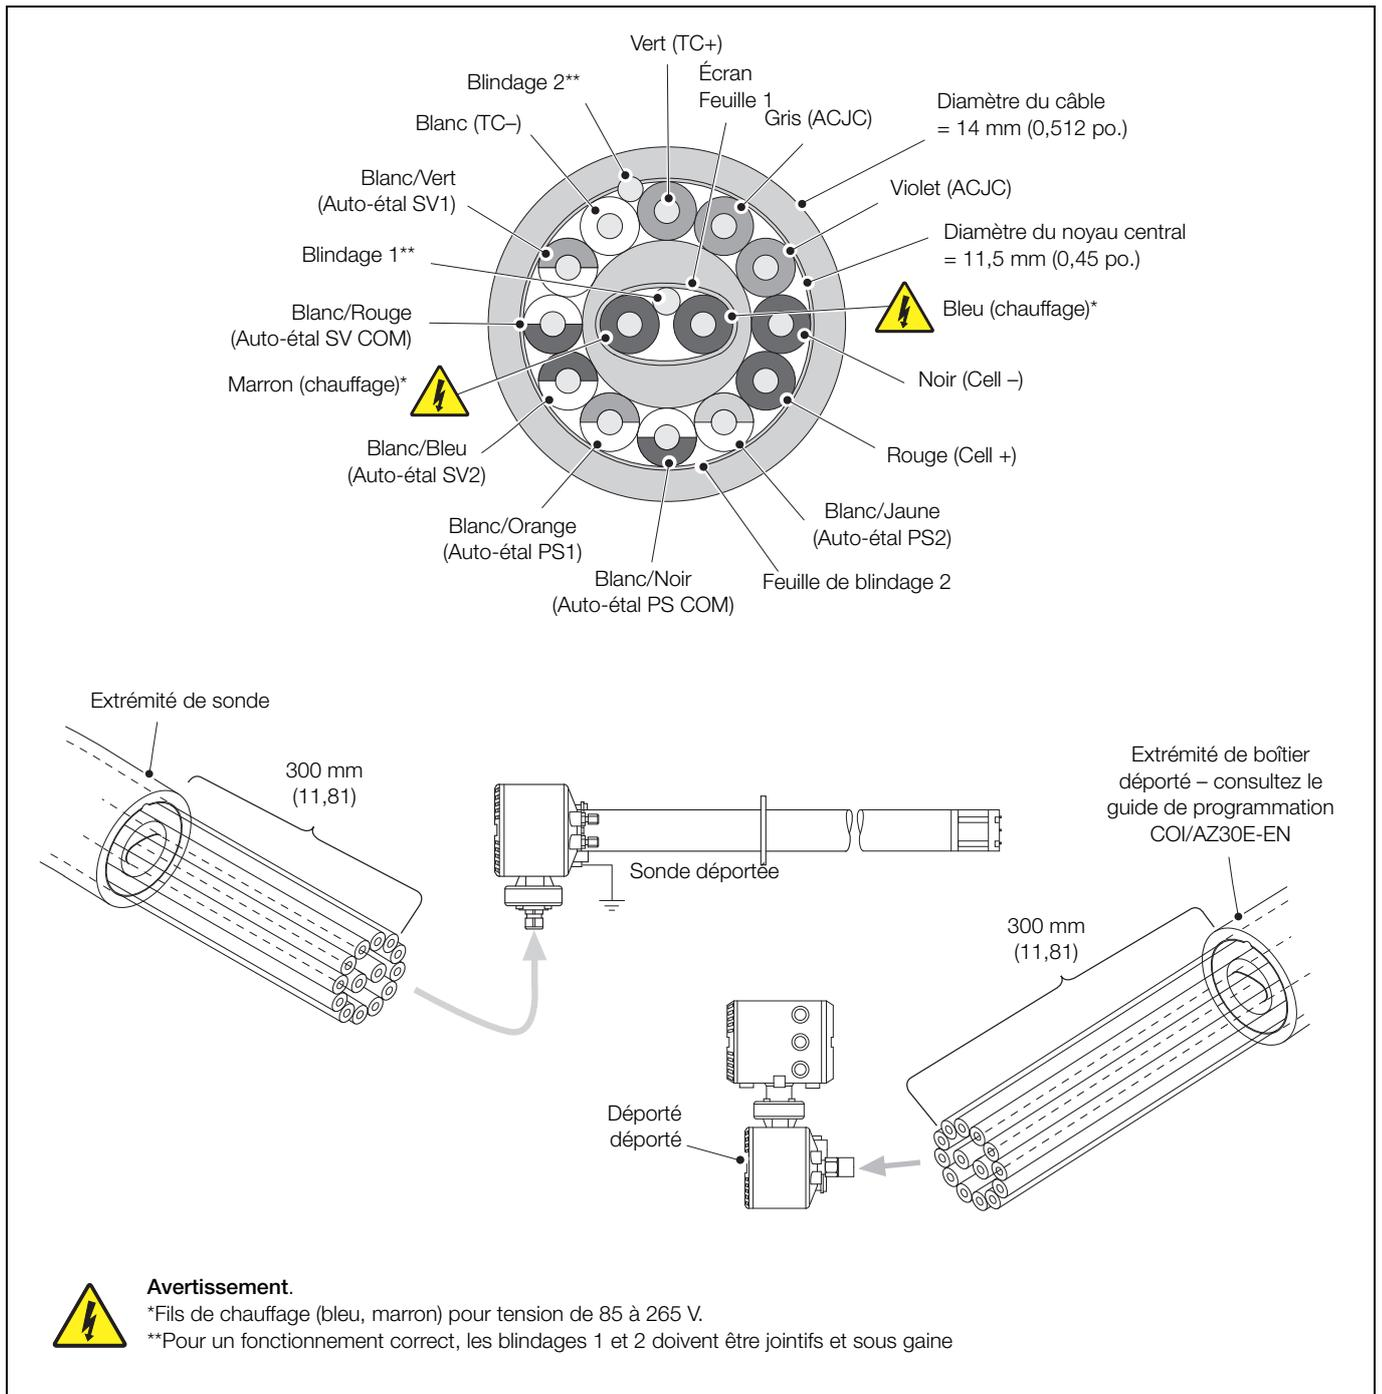

Fig. 5.3 Préparation du câble de sonde (ABB)
- Le passe-fils barrière M25 (ou NPT 3/4 po.) doit convenir à une utilisation avec le câble à 16 fils « spécial » ABB s'il est commandé avec le système AZ30 ou pour un autre câble conformément à nos spécifications (voir Fig. 5.3 page 27).
En vous reportant à la Fig. 5.3, page 27, procédez comme suit :